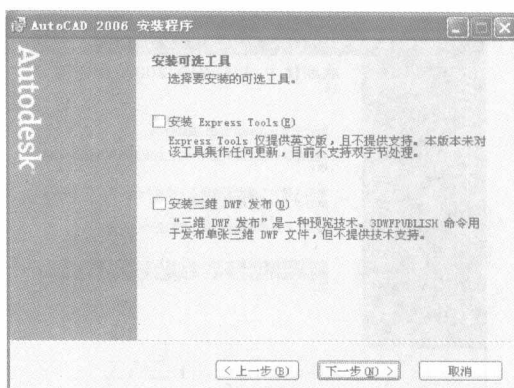

图 1-9 “安装可选工具”对话框
7) 在“选择安装类型”对话框中,选择安装类型为“典型”,单击“下一步”按钮,弹出“安装可选工具”对话框,如图 1-9 所示。“典型”安装类型将安装最常用的应用程序功能,建议用户选择此选项。“自定义”安装类型将仅安装用户选择的应用程序。